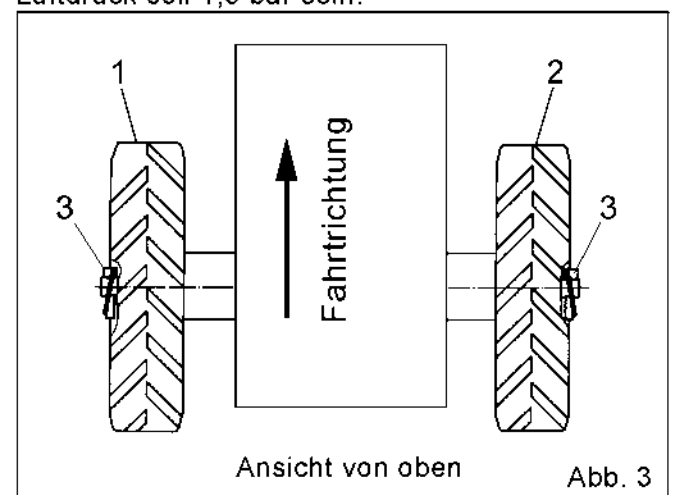

Abb. 3
## Montage der Räder (Abb. 3)
Räder (1+2) mit Ventil nach außen aufstecken (Lauftrichtung beachten, siehe Abb. 3) und mit Klappsplinten (3) sichern.